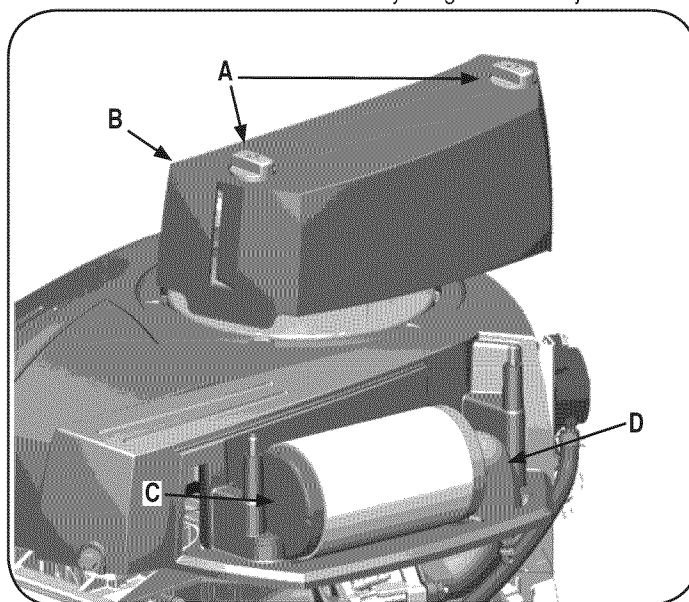

Figura 13
1. Quitar las fijaciones (A) y la tapa del filtro de aire (B). Véase la Figura 13.
2. Para quitar el filtro (C), levante el extremo del filtro y tire del filtro de la entrada (D).